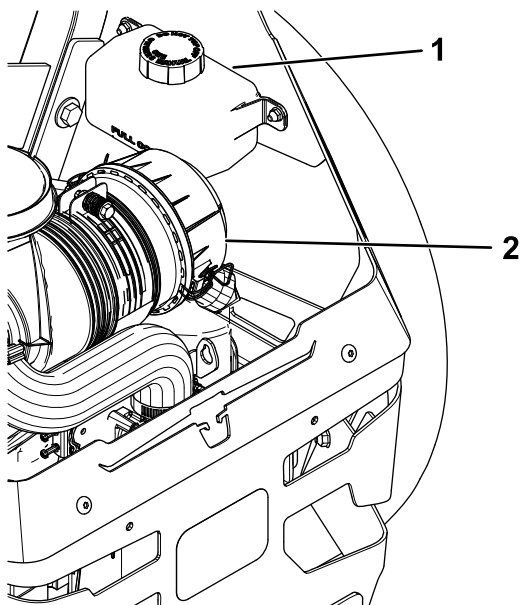

Figura 91
2. Compruebe el depósito de expansión y si es necesario, añada fluido hidráulico Toro® HYPR-OIL™ 500 hasta la línea FULL COLD (Figura 91).